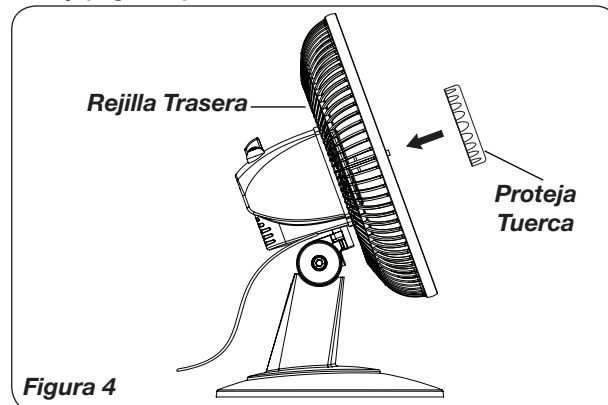

Figura 4
4. Apriete con la tuerca de protección en el sentido de las agujas del reloj. (Figura 4)